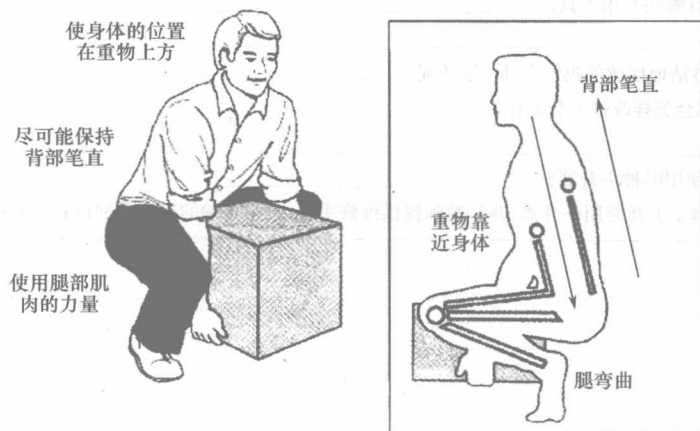

图1-1-7 搬抬重物的规范操作
(5)将你的身体紧贴重物,保持你的背和肘部笔直,如图1-1-7所示。